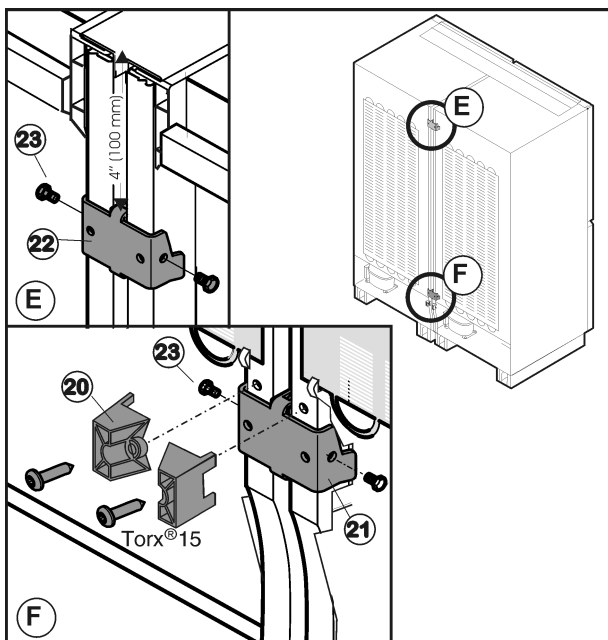

Fig. 47
- Démonter sur la face arrière de l'appareil en bas la pièce d'écartement Fig. 47 (20).
- Enfiler la pièce de raccordement inférieure Fig. 47 (21) et visser Fig. 47 (23) sur le côté.
- Mettre la pièce de raccordement supérieure Fig. 47 (22) et visser Fig. 47 (23) sur le côté.
- Serrer à fond les vis Fig. 47 (23).